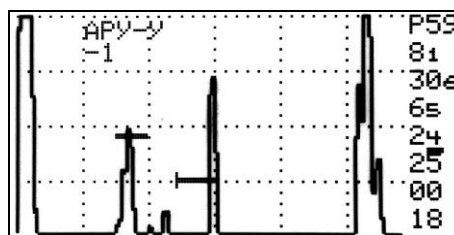

Рисунок 89 - Контроль с применением АРУ.
6.4.1.7 При контроле под строкой «**АРУ**» будет отображаться значения компенсации чувствительности в дБ (см. рисунок 89 – АРУ компенсировало чувствительность на -1 дБ).